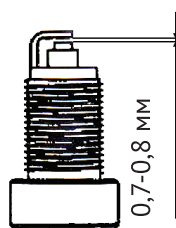

рис. 11
- Рекомендуется проверить величину межэлектродного зазора, которая должна быть около 0.7...0.8 мм (рис.11). При существенном отклонении измеренной величины зазора от указанных требованиями необходимо